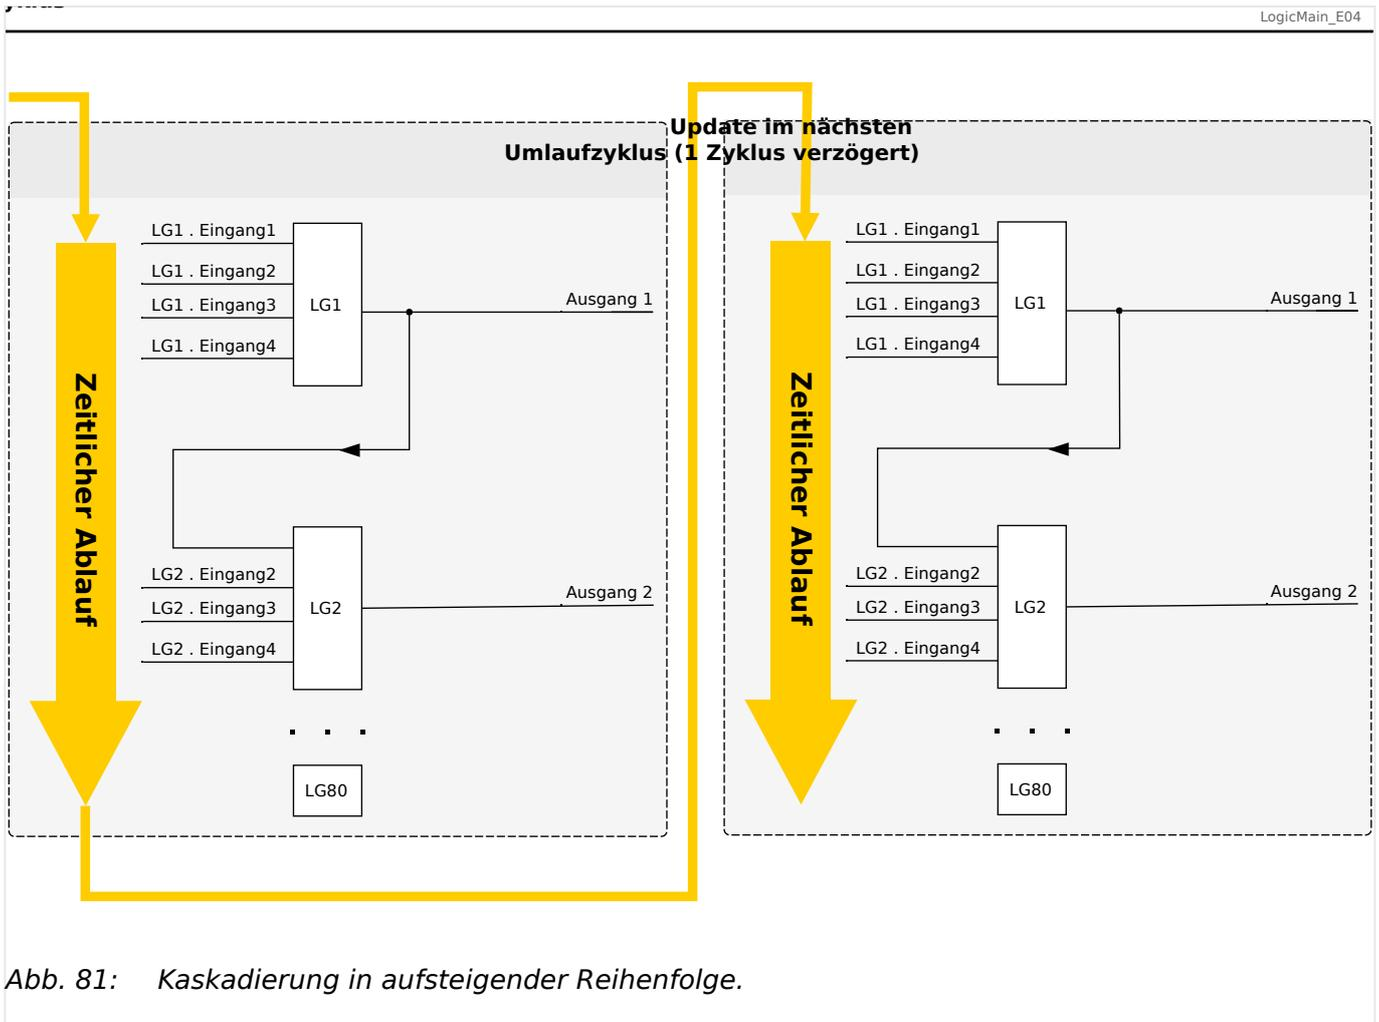
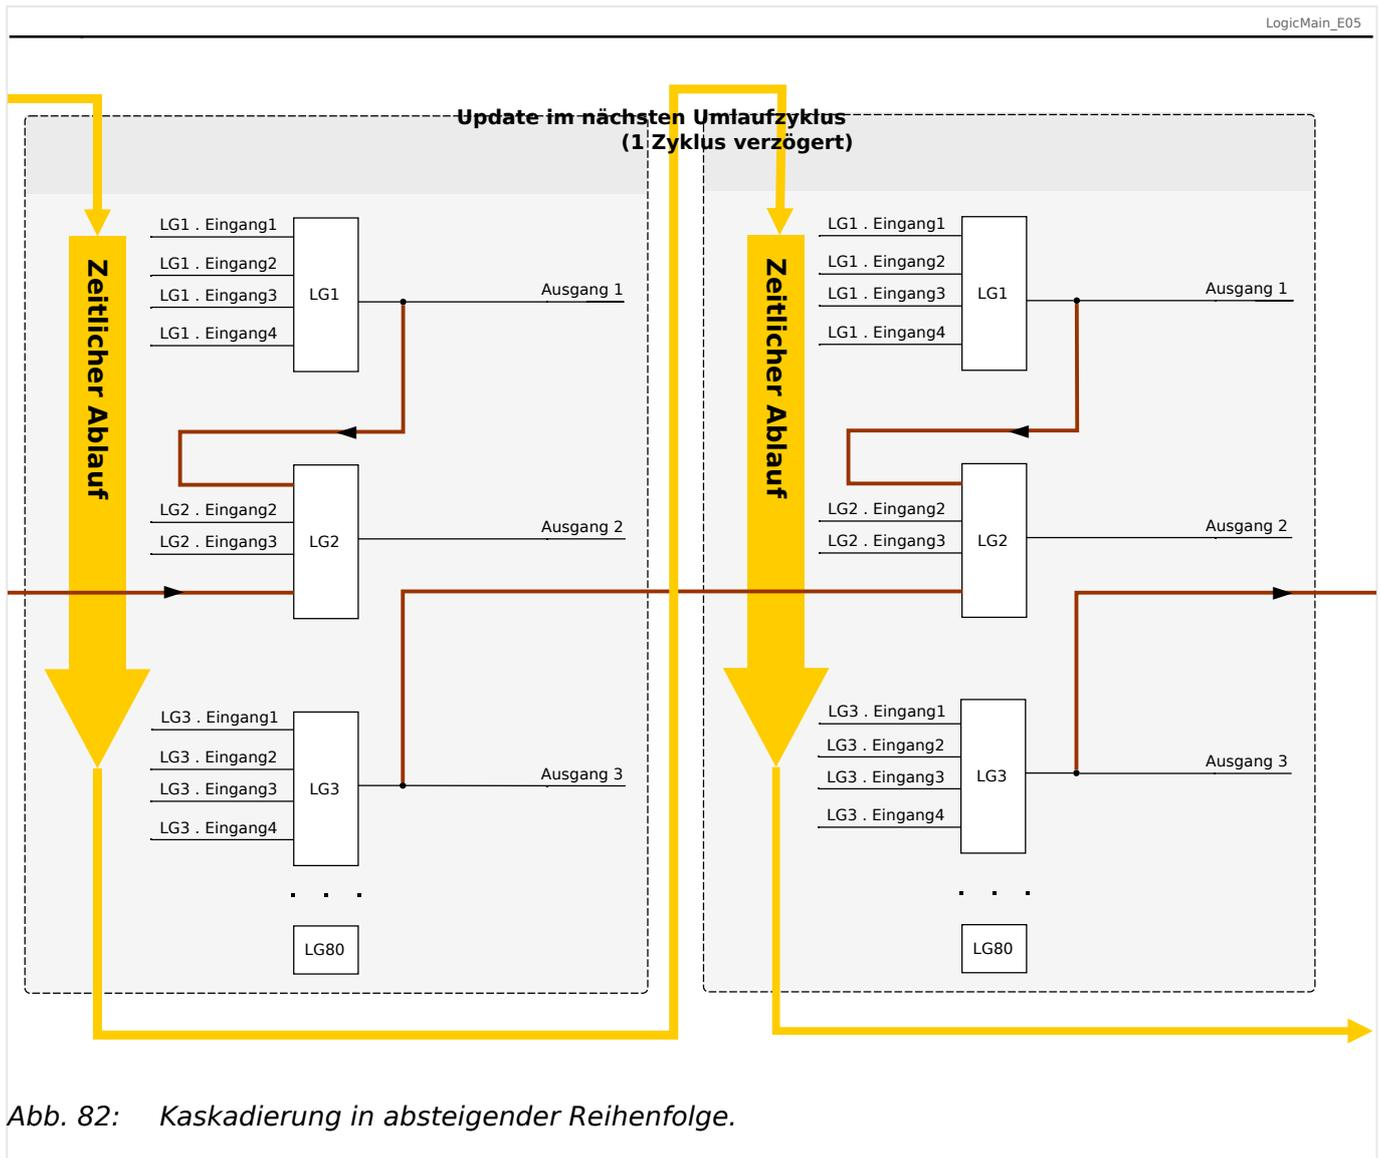

Abb. 81: Kaskadierung in aufsteigender Reihenfolge.
Abb. 82: Kaskadierung in absteigender Reihenfolge.
- Kaskadierung in **aufsteigender** Reihenfolge bedeutet, dass der Ausgang einer Logikgleichung auf den Eingang einer Logikgleichung mit **höherer** Nummer rangiert wird. Das Diagramm →Abb. 81 weiter unten zeigt ein Beispiel, bei dem der Ausgang von LG1 auf einen Eingang von LG2 rangiert wird.
- Kaskadierung in **absteigender** Reihenfolge bedeutet, dass der Ausgang einer Logikgleichung auf den Eingang einer Logikgleichung mit **niedrigerer** Nummer rangiert wird. Das Diagramm →Abb. 82 zeigt ein Beispiel, bei dem der Ausgang von LG3 auf einen Eingang von LG2 rangiert wird.
Bei der Konfiguration des Schutzgerätes bestehen keinerlei Einschränkungen oder Unterschiede zwischen aufsteigender und absteigender Reihenfolge. Da allerdings während der Laufzeit des MRU4 die Logikgleichungen in aufsteigender Reihenfolge ausgewertet werden, haben die resultierenden Ausgangswerte, die am Eingang der Logikgleichung anstehen, ein unterschiedliches „Alter“, wie in →Abb. 81 und →Abb. 82 veranschaulicht wird.
Das in Abb. 82 gezeigte Beispiel zeigt eine Konfiguration von „Logikgleichung 2“, die den Ausgang von zwei weiteren Logikgleichungen, „Logikgleichung 1“ und „Logikgleichung 3“, als Eingangszustände verwendet. Hierbei ist der Ausgang von „Logikgleichung 1“ in aufsteigender Reihenfolge verwendet, sodass der Wert in jeweils demselben Prozesszyklus ermittelt wird. Der Ausgang von „Logikgleichung 3“ wird in absteigender Reihenfolge verwendet, sodass der Wert in dem jeweils vorherigen Prozesszyklus ermittelt wurde.